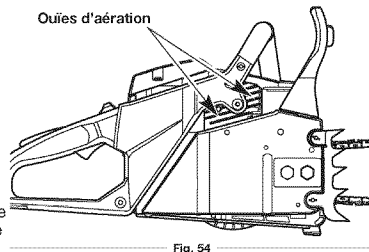

Fig. 54
5. Les débris doivent être régulièrement retirés des ouïes d'aération afin de réduire le risque de provoquer des dommages sur l'appareil et des blessures corporelles dus au feu. Utilisez de l'air comprimé, à 40 PSI ou moins, pour souffler les débris des ouïes d'aération (Fig. 54). Portez toujours des lunettes de sécurité ou une visière lorsque vous nettoyez les ouïes d'aération à l'air comprimé. Utilisez une petite brosse métallique pour déloger les débris tenaces. N'utilisez pas d'eau ou de solvants sur les ouïes d'aération. Si une quantité importante de débris demeure après le nettoyage, faites nettoyer les ouïes d'aération par un professionnel agréé.